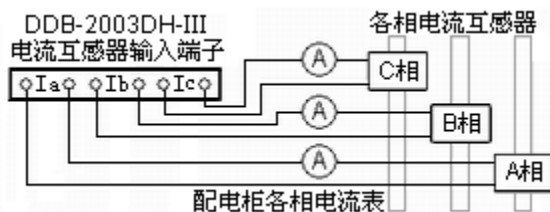

图7 电流互感器的接法
■ 当需要电流监控时，以与配电柜上的电流表串连的方式接入电流互感器（通用 0.66 型或 0.5 型，用户自备），连接方式见第 15 页图 7。